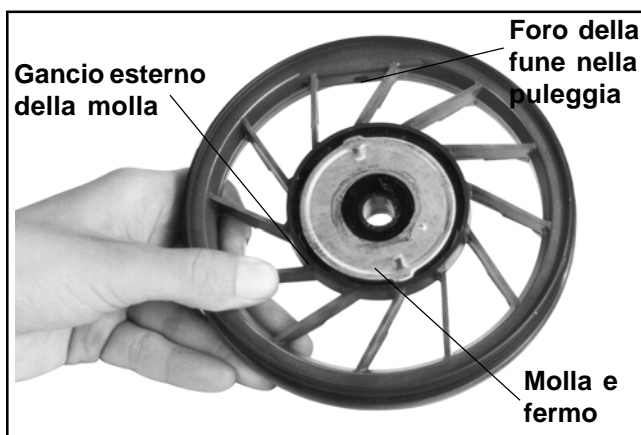

Figura 7-7. Posizione di molla e fermo nella puleggia.
8. Notare la posizione della molla e del gruppo fermo nella puleggia. Vedere Figura 7-7.
1. Accertarsi che la molla sia ben lubrificata con grasso. Posizionare il gruppo molla e fermo nella puleggia (con la molla verso la puleggia). Vedere Figura 7-7.